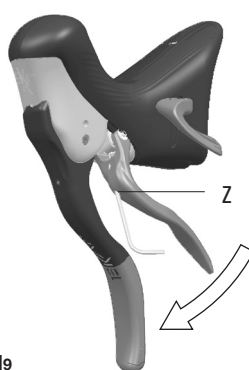
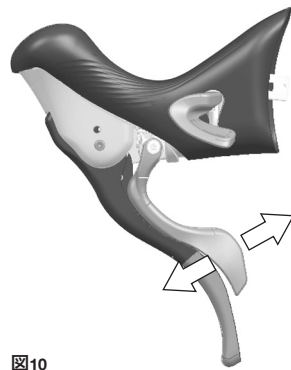

図9
図10
外側レバーの位置 (ブレーキ・レバーに近付けるか、離すか) は、Z 穴内部のグラブねじを回し、調整することができます (図9/10)。外側レバーは、ブレーキ・レバーに触れるぎりぎりの位置に調整するのが適正です。しかし、実際にブレーキ・パッド裏側のラバー・パッドに触れる必要はありません。
- ・ 外側レバーをブレーキ・レバーから離したい場合 (図9) は、六角レンチを時計回りに回します (図10)。外側レバーをブレーキ・レバーに近付けたい場合は、六角レンチを反時計回りに回します。